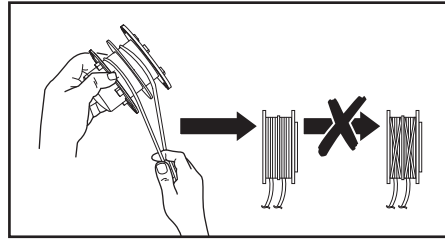

Fig. 17
7. Enrolle todos los hilos de corte firmemente alrededor de la bobina de corte (10d) en el sentido de la flecha (Fig. 17).